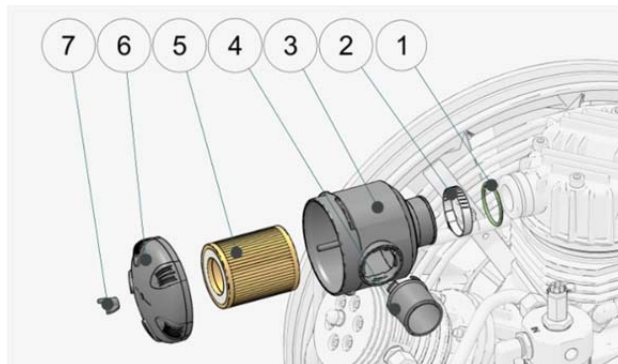

Рисунок 31 – Обслуживание воздушного фильтра
- открутить гайку 7 и снять крышку воздушного фильтра 6 (рис. 31);